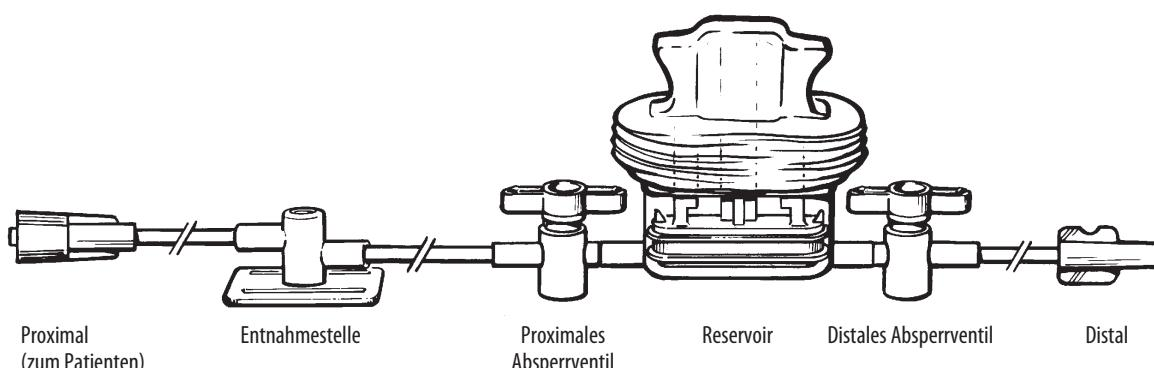

Abbildung 1
5. Das proximale Ende des Kits mit dem männlichen Luer-Lock-Anschluss fest an den vorgefüllten Katheter anschließen (Abbildung 1).